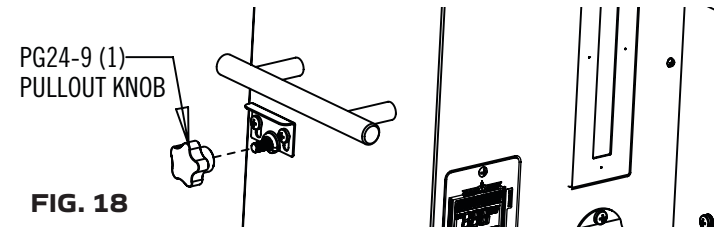

FIG. 18
1. Serrer à la main le bouton de nettoyage du bac à déchets comme indiqué Fig 18.